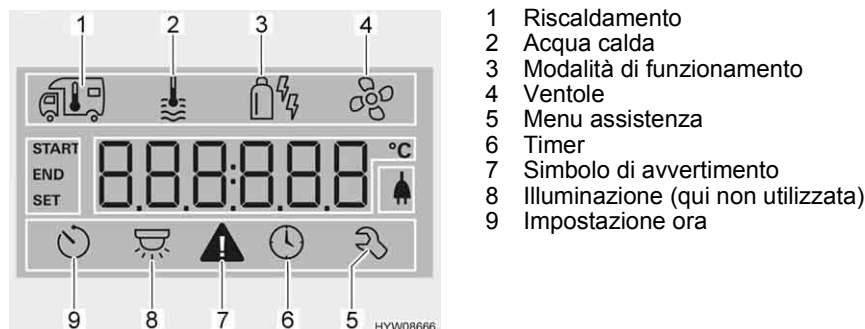

Fig. 163 Display
- Ruotare la manopola/il pulsante (Fig. 142,6), finché il simbolo del menu relativo all'acqua calda (Fig. 163,2) lampeggia.